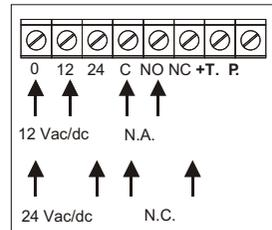
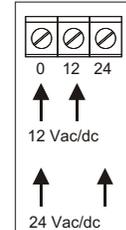

Fig. 8 / Bild. 8
Fig. 9 / Bild. 9
- 6-Wenn die elektrischen Verbindungen (Bild 8 und 9)
Den Ausgangskontakt (Bild 8) verbinden:
- 8 - Eseguire i collegamenti elettrici ed alimentare ricevitore ( Fig. 8) e trasmettitore ( Fig. 9);
Collegare il contatto di uscita ai morsetti C ed NO per un contatto normalmente aperto oppure C ed NC per un contatto normalmente chiuso ( Fig. 8 ).